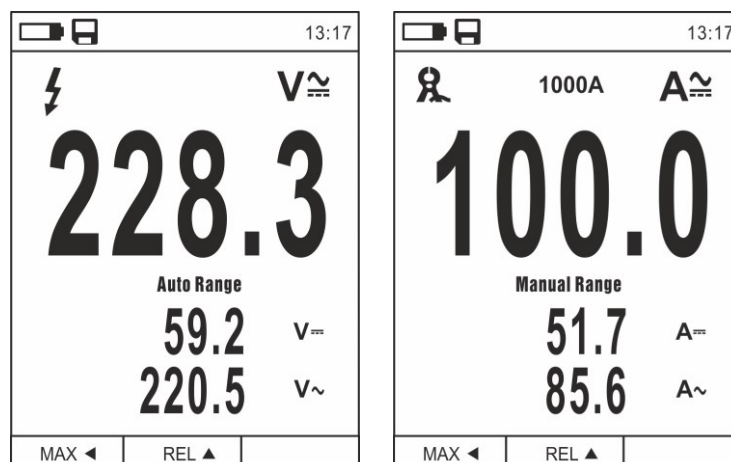

Abb. 6: Beschreibung der Messung von AC+DC Spannung und Strom
2. Drücken Sie die Taste **MODE** und wählen Sie " $V_{\text{~}}$ ", " $A_{\text{~}}$ ", " $mA_{\text{~}}$ " oder " $\mu A_{\text{~}}$ " aus (siehe Abb. 6).